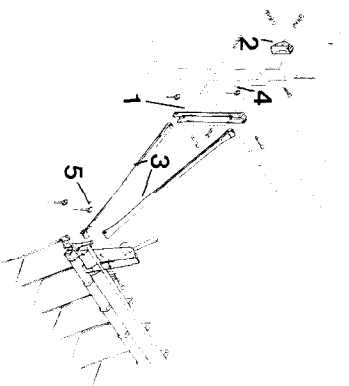
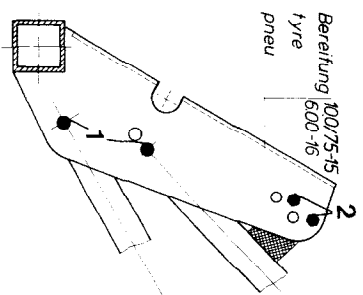

Fig. 31
Fig. 32
- Obere Tasche (Fig. 31/1) mit dem Verstärkungswinkel (Fig. 31/2) am Saatkasten befestigen.
- Der Exaktstriegel wird an den Halterohren (Fig. 31/3) mit zwei Bolzen nach Fig. 32/1 befestigt und mit Klappsplinten (Fig. 31/5) gesichert.
- Der Schwingmetallpuffer ist bei der D7/E wie in Fig. 32/2 gezeigt zu verschrauben.
- An den oberen Taschen (Fig. 31/1) sind die Halterohre (Fig. 31/3) mit Bolzen und Klappsplinten (Fig. 31/4) abzustecken und zu sichern.